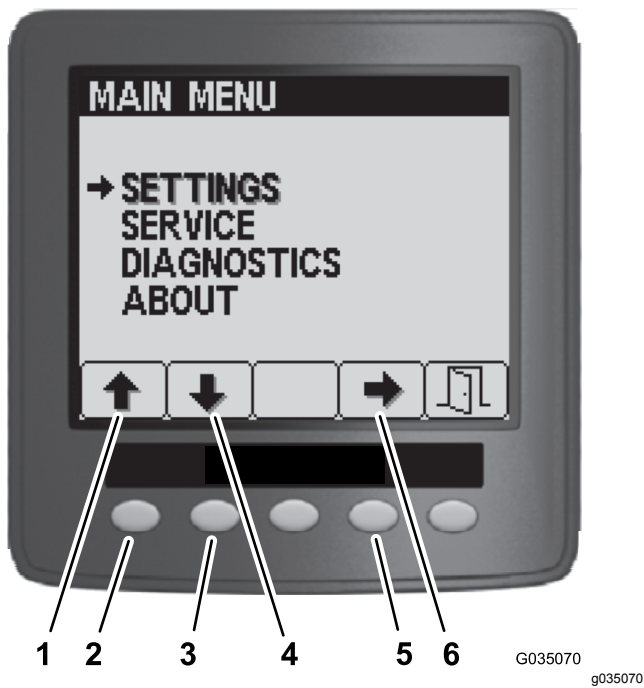

Figure 150
- Dans le menu principal, appuyez sur le bouton 1 ou 2 jusqu'à ce que l'option Réglages soit en surbrillance, puis appuyez sur le bouton 4 pour naviguer jusqu'au menu Réglages (Figure 150).